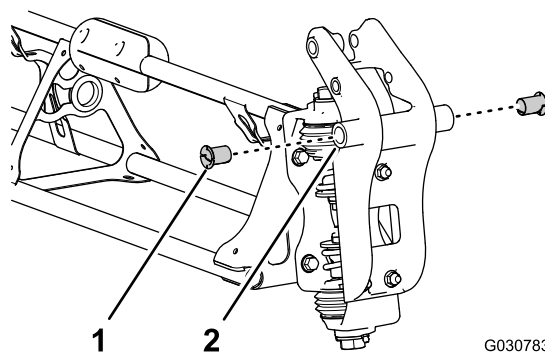

Figura 134
- Inserite una boccola flangiata in nylon nel foro da 31,8 mm su ciascun lato del raccordo orientabile (Figura 134).